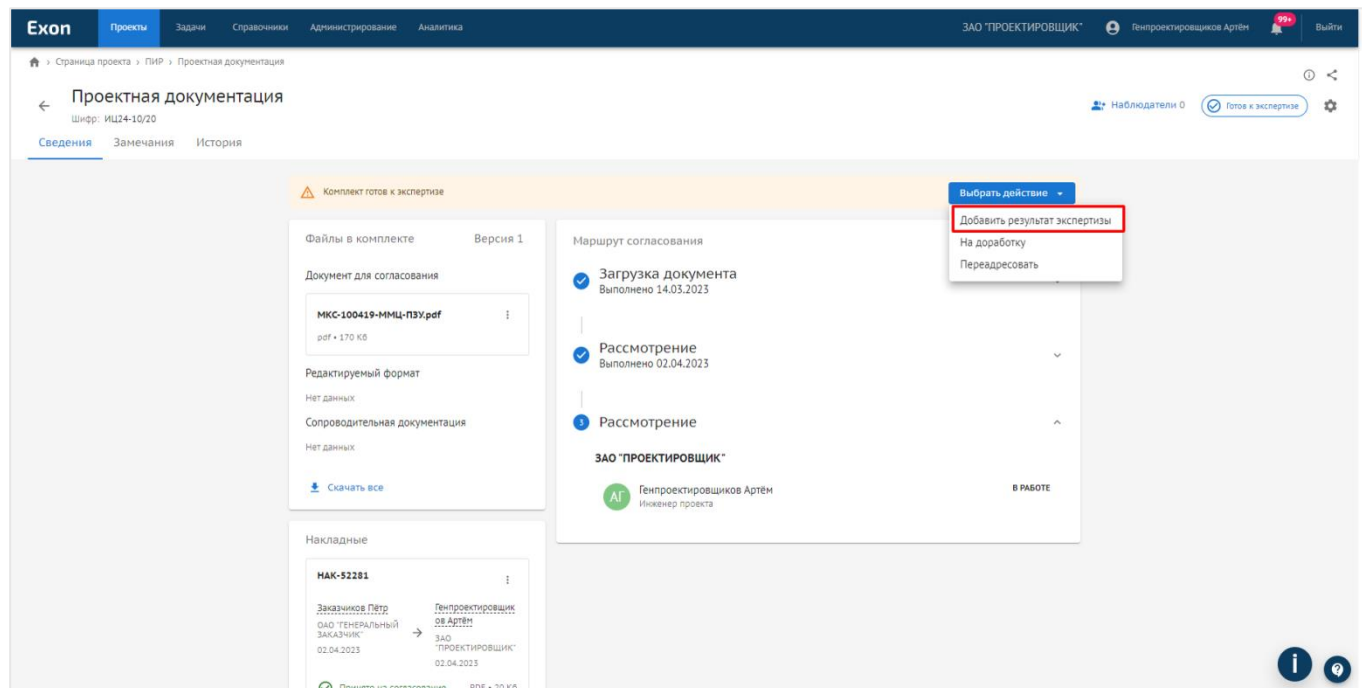

Рис. 90 – Добавить результат экспертизы
2.2. Через кнопку выбора действия выбрать «Добавить результат экспертизы» (рис. 90);